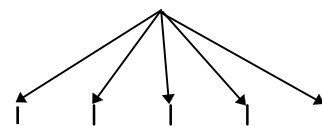

Figura 3-6
5. Antes de montar las piezas distanciadoras, hay que cortarlas de un lado utilizando tijeras. Vean la Figura 3-6 para la zona correcta a cortar.